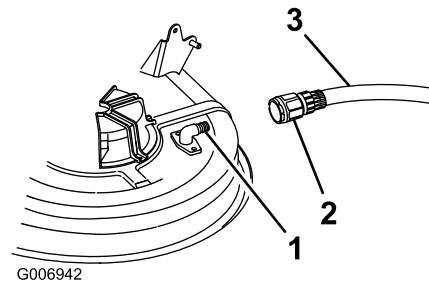

Bild 46
4. Drehen Sie eine Schlauchkupplung (gehört nicht zum Lieferumfang) auf den Mähwerk-Spülanschluss und drehen Sie das Wasser ganz auf (Bild 46).